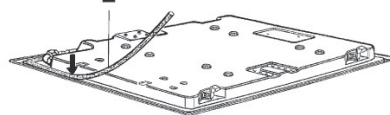

FIG. 6
- 1.) Bringen Sie die beige packte Dichtung so an, das sich eine geschlossene Dichtung rund um die Mulde ergibt. Vermeiden Sie dabei Überlappungen der einzelnen Dichtungen. (Siehe Fig. 6)